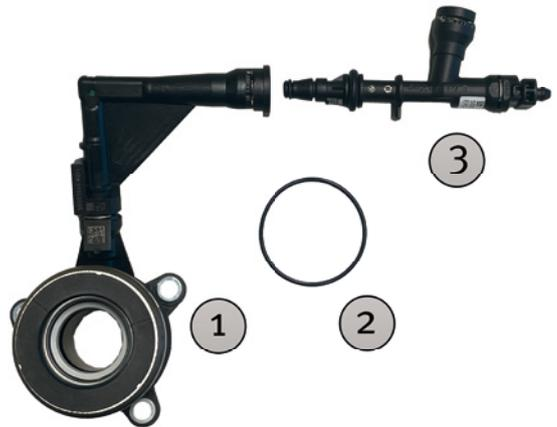

Bild 2: LuK CSC 510 0290 11
**Bild 2:** Nach Erneuerung des Dichtrings (2) den neuen Zentralausrücker (1) zunächst handfest montieren. Die Schrauben gleichmäßig eindrehen, damit sich der Zylinder nicht verkantet! Anschließend durch die Getriebegehäuseöffnung den Adapter (3) in den Zentralausrücker stecken. Dieser sitzt erst dann korrekt, wenn er hörbar einrastet. Die 3 Befestigungsschrauben des CSC mit 10 (+1) Nm festziehen. Nach dem Einbau des Getriebes ist das Anschlußstück der fahrzeugseitigen Hydraulikleitung auf dem offenen Rohrende des CSC-Adapters zu montieren. Es muss dabei hörbar einrasten.